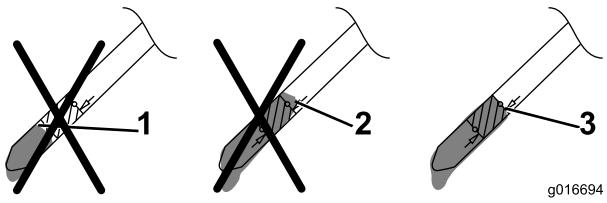

Bild 7
5. Nehmen Sie den Peilstab heraus und lesen Sie den Ölstand am Peilstab ab, siehe Bild 7.
- Füllen Sie bei einem zu niedrigen Ölstand **langsam** etwas Öl in den Öldeckel, wiederholen Sie die Schritte 3 bis 5, bis der Ölstand richtig ist, wie in Bild 7 dargestellt.